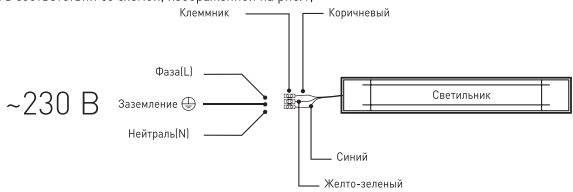

Рис. 1. Схема подключения светильника к сети 230В.
3.3.2. Этот провод необходимо подключить к проводу источника питания с помощью внешнего клеммника (в комплект не входит) в соответствии со схемой, изображенной на рис. 1.